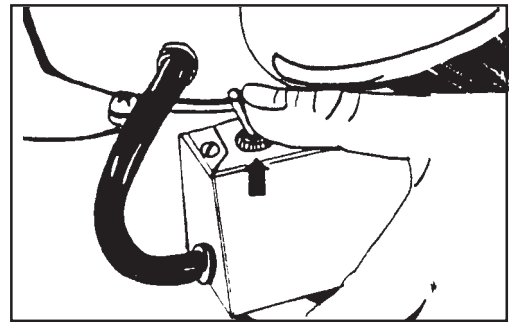

Figure 6
3. Inclinez l'appareil vers l'arrière pour que la base de ponçage ne touche plus le sol (voir figure 5.1). Choisissez la vitesse de ponçage. Utilisez la vitesse élevée pour un ponçage très abrasif. Utilisez la vitesse basse pour le ponçage de finition et les travaux précis (voir figure 6).